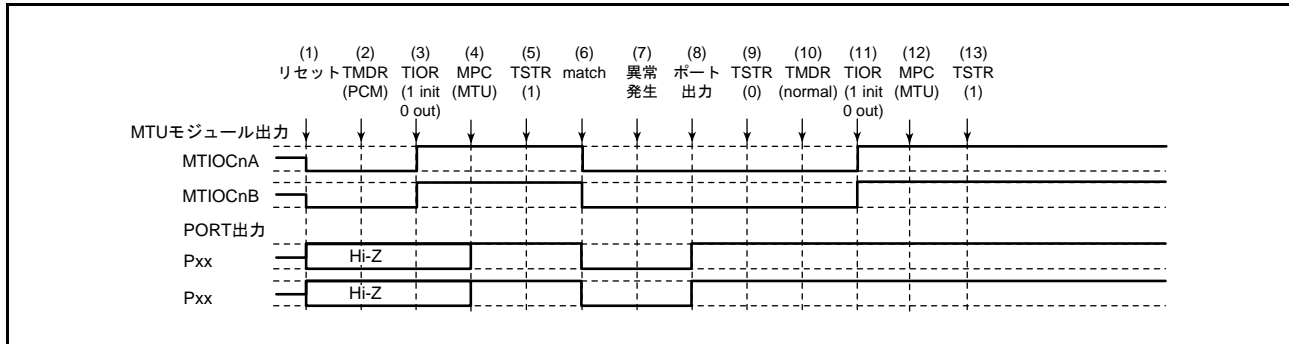

図 22.170 位相計数モードで異常が発生し、ノーマルモードで復帰する場合
位相計数モードで異常が発生し、再設定後ノーマルモードで再スタートする場合の説明図を図 22.170 に示します。
(1) ~ (9) は図 22.170 と共通です。
(10) PWM モード1を設定します。
(11) TIOR レジスタで端子を初期化してください (PWM モード1では MTIOCnB (MTIOCnD) 端子に波形が出力されません。出力すべきレベルがある場合は、I/O ポートのポート方向レジスタ (PDR)、ポート出力データレジスタ (PODR) で汎用出力ポートの設定をしてください)。
(12) MPC と I/O ポートのポートモードレジスタ (PMR) で MTU 出力としてください。
(13) TSTRA レジスタで再スタートします。
(19) 位相計数モードで動作中に異常が発生し、PWM モード2で再スタートする場合の動作
(10) PWM モード2を設定します。
(11) TIOR レジスタで端子を初期化してください (PWM モード2では周期レジスタに使用した TGR レジスタに対応する端子に波形が出力されません。出力すべきレベルがある場合は、I/O ポートのポート方向レジスタ (PDR)、ポート出力データレジスタ (PODR) で汎用出力ポートの設定をしてください)。
(13) TSTR レジスタで再スタートします。
(20) 位相計数モードで動作中に異常が発生し、位相計数モードで再スタートする場合の動作
(10) 位相計数モードで再スタートする場合には必要ありません。
(11) TIOR レジスタで端子を初期化してください。
(21) 相補 PWM モードで動作中に異常が発生し、ノーマルモードで再スタートする場合の動作